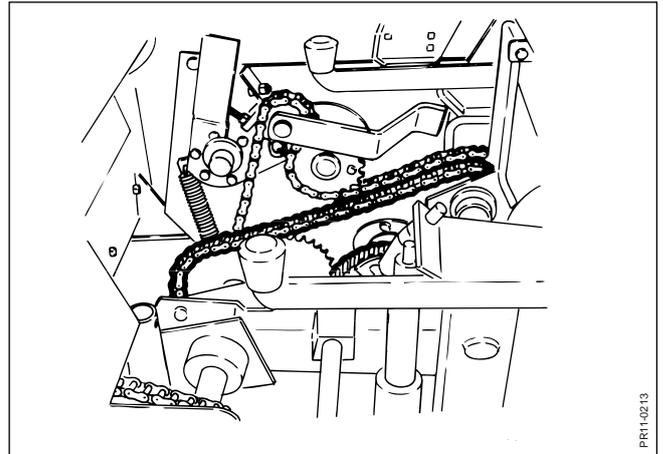

Fig. 3.12
- Fig. 3.12** Montar a transmissão de correntes para o colhedor de milho.